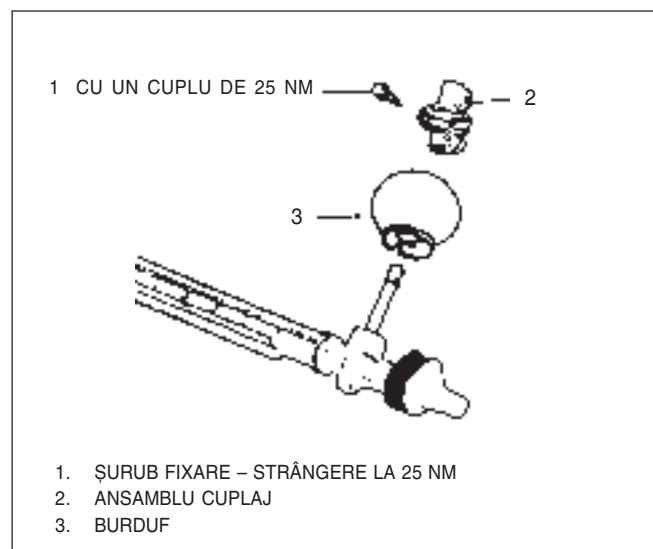

Fig. 6 Ansamblu cuplaj și burduf
**↔ Se demontează sau se deconectează (Fig 6)**
- 1) Șurubul (1).
- 2) Ansamblul cuplaj (2).
- 1) Burduful (3).